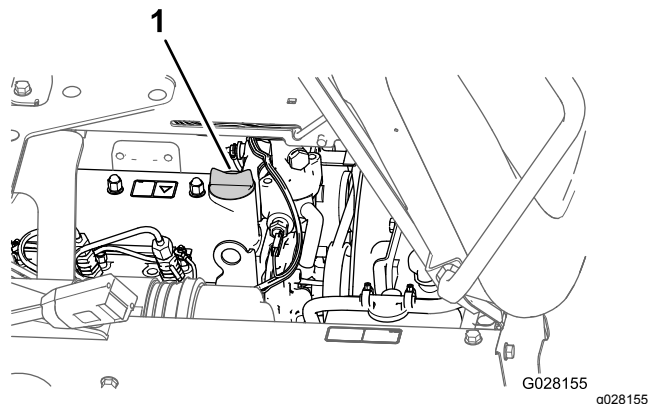

Рисунок 52
- Снимите крышку маслозаливной горловины с крышки клапанного механизма двигателя (Рисунок 52) и медленно залейте примерно 80% указанного количества масла в заливную горловину.
- Установите крышку маслозаливной горловины (Рисунок 52).